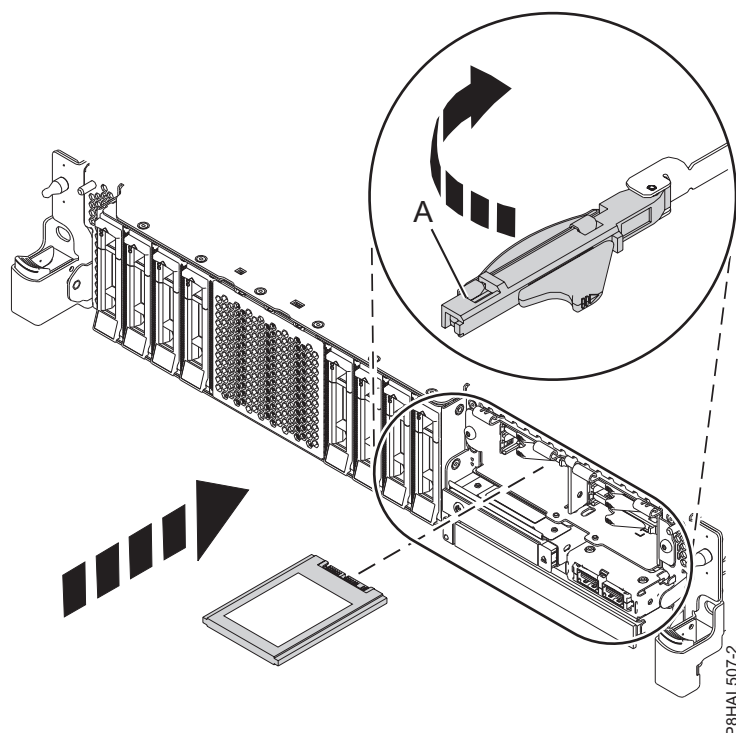

Figura 46. Substitució d'una SSD en un sistema de funció ampliada
9. Amb la nansa del compartiment d'unitats SSD (A) en posició desbloquejada, feu sortir la palanca per poder accedir a les guies de la ranura SSD. Agafeu la part inferior de l'SSD mentre l'alineeu amb les guies de la ranura SSD. Consulteu Figura 46.
10. Feu lliscar la SSD en el sistema fins que s'aturi la unitat i, a continuació, bloquegeu la SSD fent girar la nansa del compartiment (A) en la direcció que es mostra.
11. Bloquegeu la unitat fent girar la nansa del compartiment (A) en la direcció que es mostra a Figura 46.